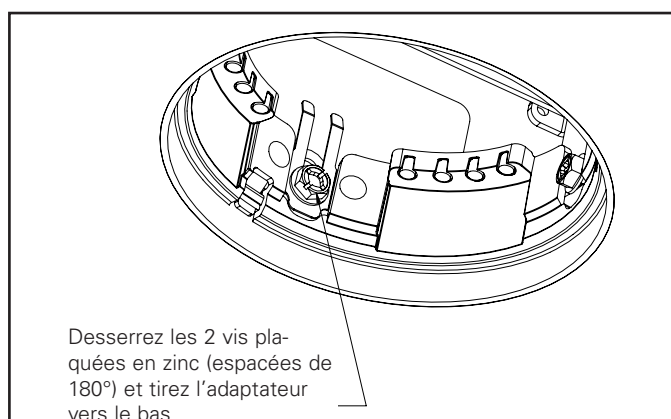

Figure 19.
4. Retirez l'adaptateur du plafond en desserrant les deux (2) vis hexagonales plaquées en zinc (couleur cuivre) qui fixent le collet au boîtier (consultez la Figure 19). Desserrer seulement la vis; ne la retirez pas de l'assemblage.
4. Retirez l'adaptateur du plafond en desserrant les deux (2) vis hexagonales plaquées en zinc (couleur cuivre) qui fixent le collet au boîtier (consultez la Figure 19). Desserrez seulement la vis; ne la retirez pas de l'assemblage.